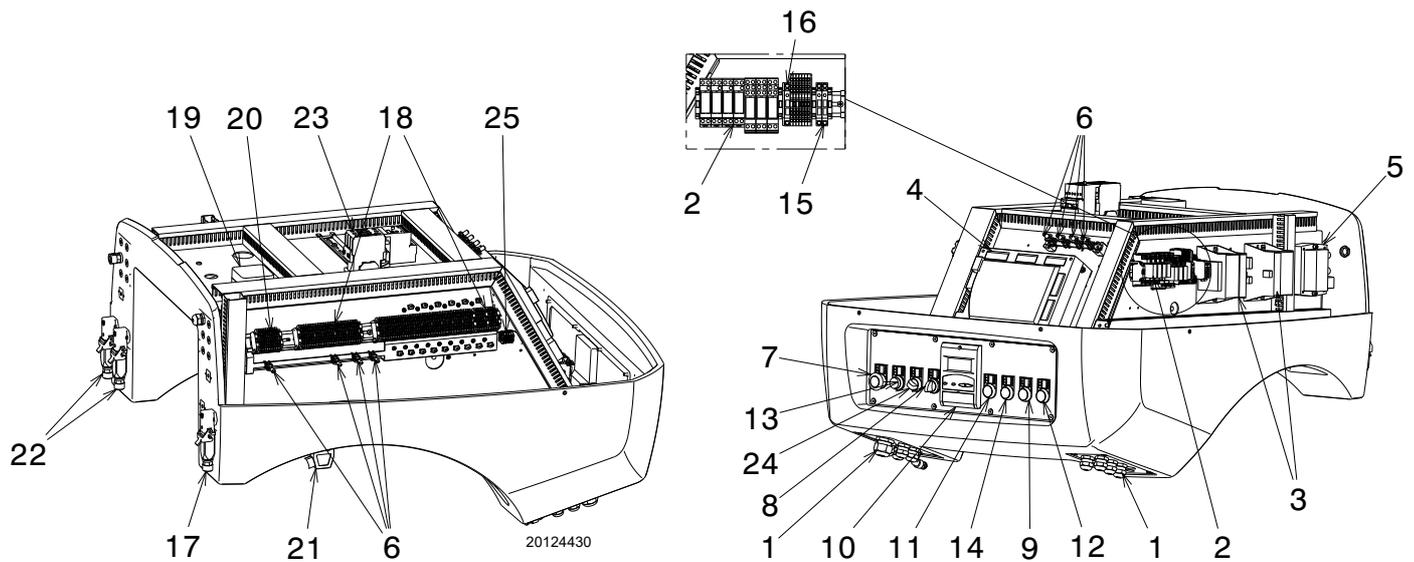

Abb. 7
- **Störabschaltung des Gerätes:** Das Aufleuchten der (**roten Led**) der Taste 13) (Abb. 7) weist auf eine Störabschaltung des Brenners hin. Zum Entsperren die Taste 13) (Abb. 7) drücken oder das Display verwenden.